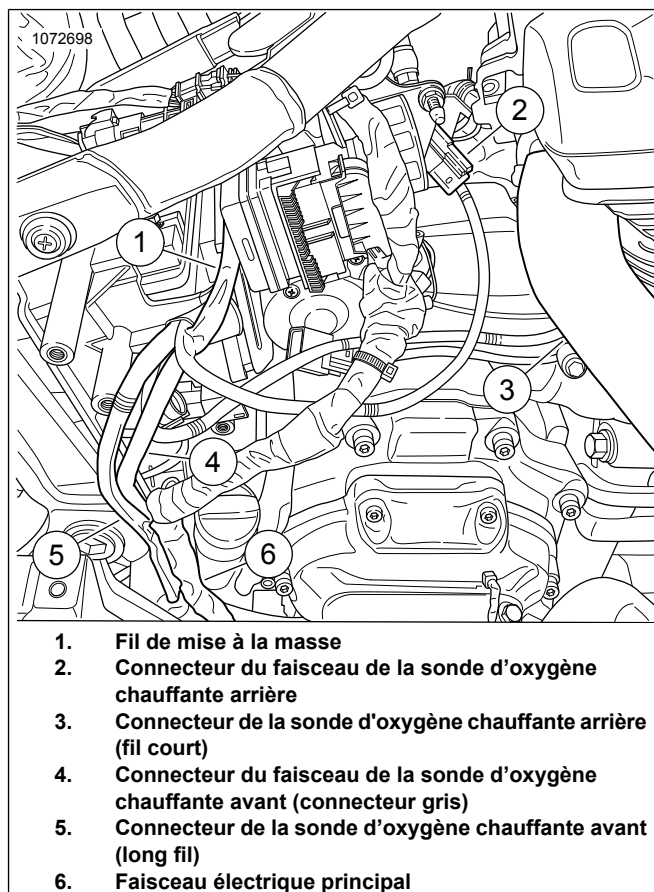
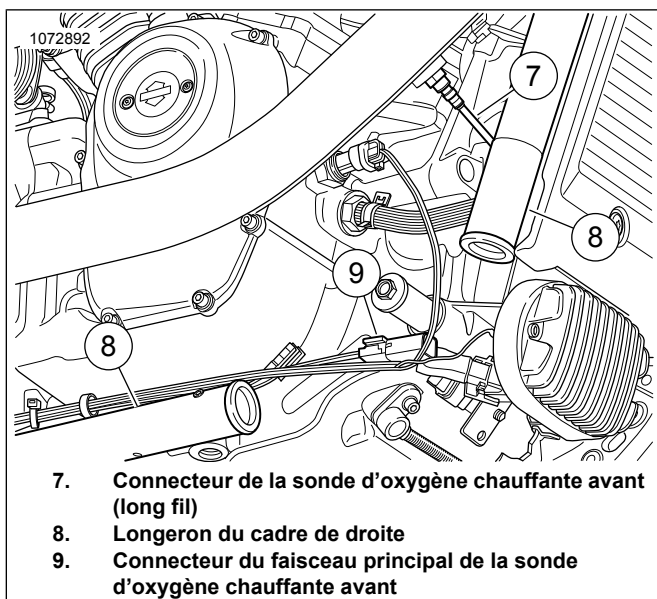

Figure 24. Acheminement du faisceau du module de réglage automatique
Figure 25. Trajet du faisceau du module de réglage automatique à l'avant (simplifié)
16. Consultez Figure 24 et Figure 25 . Faites sortir le faisceau de la sonde d'oxygène chauffante avec le connecteur gris (4) hors du coffre à batterie :
- a. Repérez le faisceau principal (6).
- b. Faites passer le faisceau (4) au connecteur gris le long du faisceau principal vers le connecteur avant du faisceau principal (9).
- d. Fixez le faisceau au côté intérieur du longeron droit (8) avec des attaches de câble au besoin.
17. Faites passer le connecteur noir du faisceau (2) jusqu'au faisceau principal. Faites correspondre les couleurs des connecteurs : noir avec noir.
- a. Faites sortir le faisceau de connecteurs (5) de la sonde d'oxygène avant du coffre à batterie.
- b. Repérez le faisceau principal (6).
- c. Faites passer le faisceau (5) le long du faisceau principal vers la sonde d'oxygène avant (7).